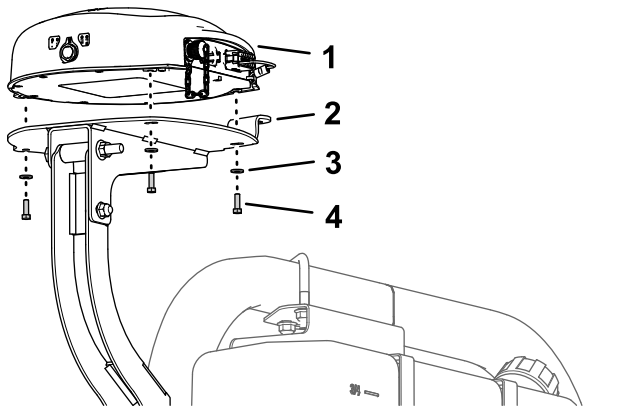

Figure 156
1. Alignez les 3 boulons vissés dans la base du récepteur de navigation et les 3 trous dans le support du récepteur (Figure 156).
2. Fixez le récepteur sur le support (Figure 156) à l'aide des 3 boulons à tête hexagonale (5 x 16 mm) et des 3 rondelles (5 mm).